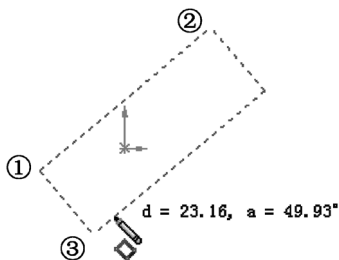

图 2-23 3点边角矩形
- **3 点边角矩形：**通过确定 3 个角点绘制矩形。单击此按钮后，在绘图区单击确定第 1 点，然后移动鼠标从该点处产生一跟踪线，该线指示矩形的宽度，在合适位置处单击确定第 2 点，再沿与该线垂直的方向移动鼠标，在合适的位置单击确定第 3 点，同时定义矩形的高度即可，如图 2-23 所示。